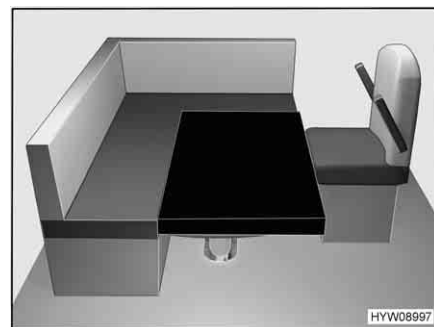

Fig. 79 Dopo la trasformazione
- Posizionare il cuscino aggiuntivo sul tavolo come mostrato in Fig. 79. Gli angoli arrotondati sono indicati in avanti a destra.